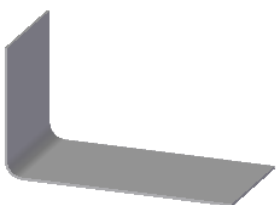
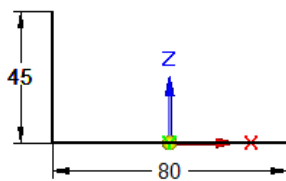

图 3.6.18 轮廓弯边特征 1
图 3.6.19 截面草图
Step2. 创建图 3.6.18 所示的轮廓弯边特征 1。
(1) 选择命令。单击“主页”功能选项卡“钣金”工具栏中的“轮廓弯边”按钮.
(2) 定义特征的截面草图。在系统“单击平的面或参考平面。”的提示下, 选取主视图 (XZ) 作为草图平面, 绘制图 3.6.19 所示的截面草图。